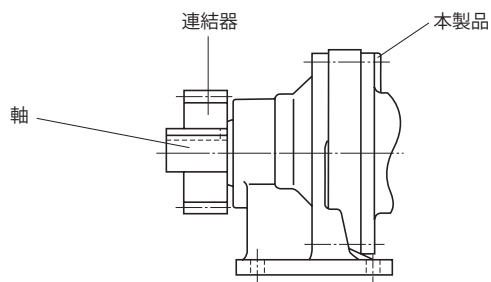

図 5-2
- スプロケットやギヤの荷重作用点が、軸中央より本製品側へくるようにしてください。(図 5-2 参照)